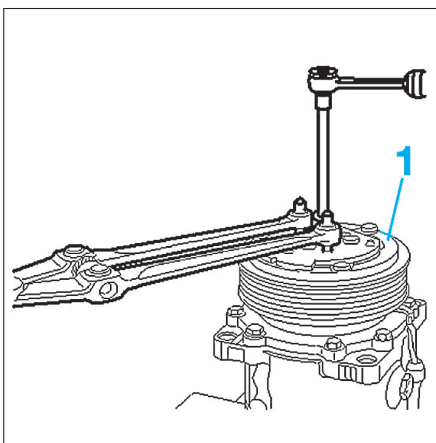

FIG. 7
- Déposer le plateau (1) d'entraînement (Fig.7).